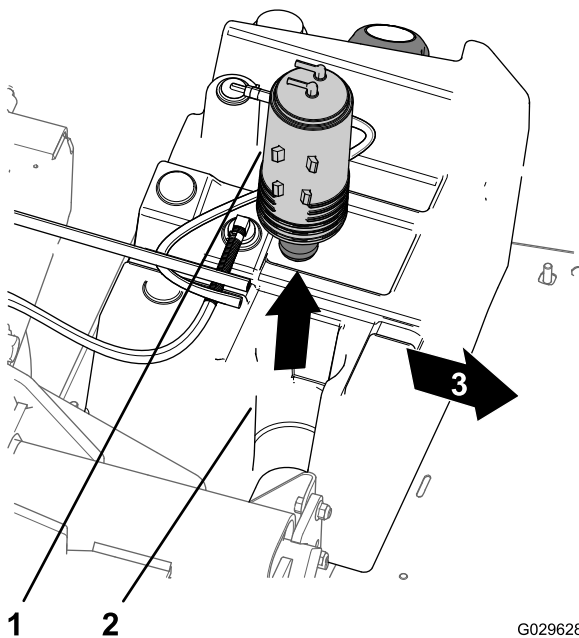

Рисунок 45
- Снимите адсорбер с его крепления на топливном баке (Рисунок 45).
- Вставьте новый адсорбер в крепление адсорбера на топливном баке так, чтобы штуцеры продувки и топливного бака были направлены назад (Рисунок 45).